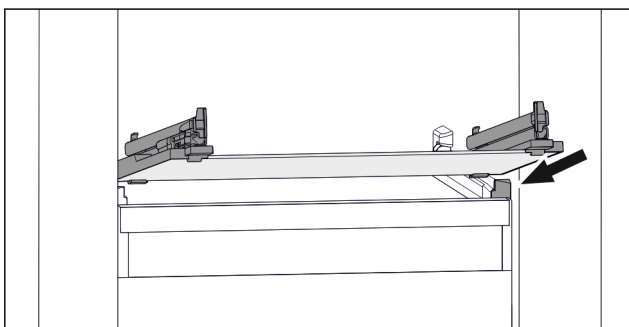

Fig. 122 Az üveglap példaként szolgáló ábrázolása
- Helyezze a fiókot ferdén az ütközők mögé. (lásd Fig. 122)